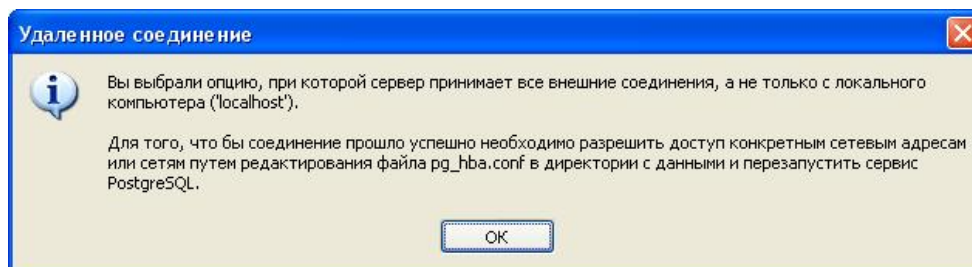

Рис. 4.2.7. Разрешение доступа сетевым адресам
- В окне *Удаленное соединение* нажмите кнопку *OK* (рис. 4.2.7).